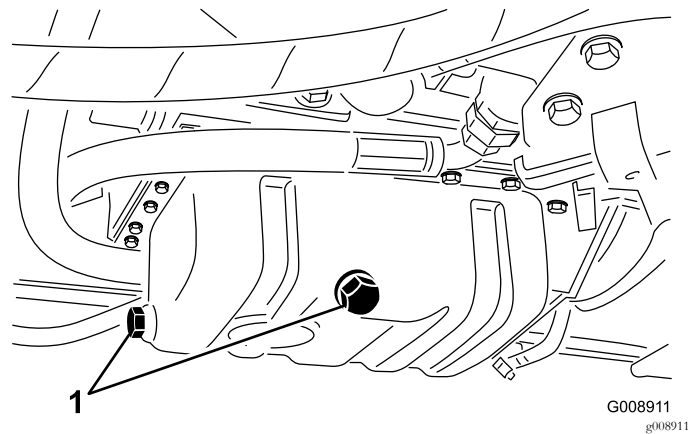

Figura 64
1. Retire o tampão de escoamento (Figura 64) e deixe o óleo escorrer para um recipiente adequado; quando o óleo parar, volte a montar o tampão de escoamento.